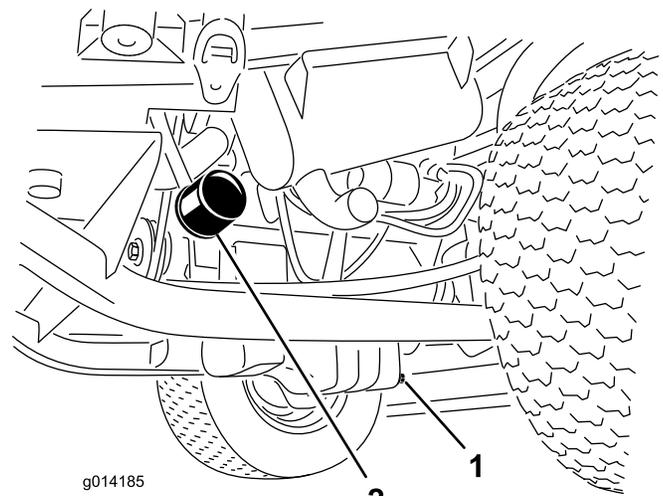

Figura 28
1. Togliete il tappo di spurgo (Figura 28) e lasciate defluire l'olio in una bacinella.
3. Togliete il filtro dell'olio (Figura 28).